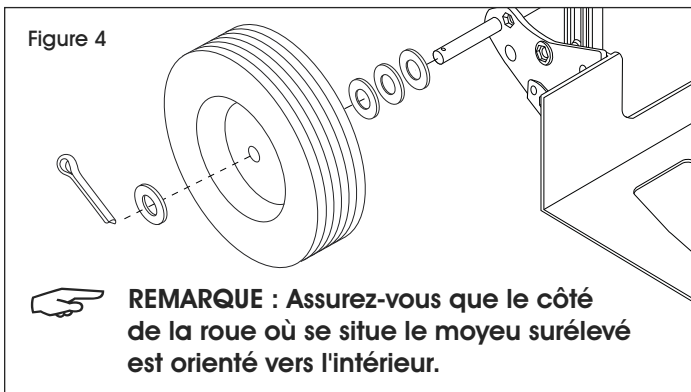

Figure 4
3. Enfilez trois rondelles à chaque extrémité de l'essieu. Enfilez une roue à chaque extrémité de l'essieu. Enfilez une autre rondelle à chaque extrémité de l'essieu. (Voir Figure 4)
4. Insérez une goupille fendue dans le trou à chaque extrémité de l'essieu. Repliez les goupilles à l'aide d'une pince afin de fixer les roues en place. Les roues doivent tourner librement. (Voir Figure 4)